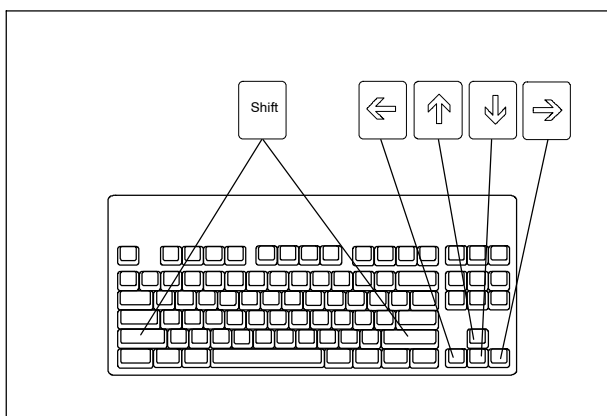
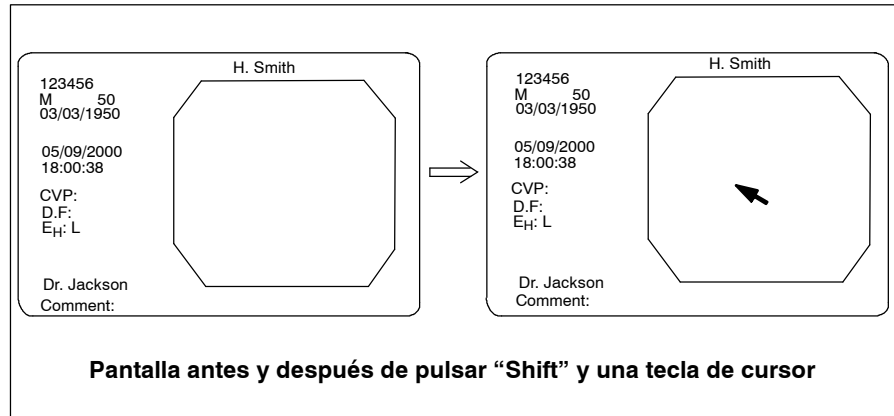

Figura 6.55
Figura 6.56
1. Pulse la tecla “Shift” a la vez que alguna de las teclas “↑”, “↓”, “←” ó “→” en el teclado (ver figura 6.55). En lugar del cursor normal aparecerá un puntero en la imagen endoscópica (ver figura 6.56 y tabla 6.12). Con las combinaciones de teclas indicadas en la tabla 6.12 podrá modificar la dirección del puntero.